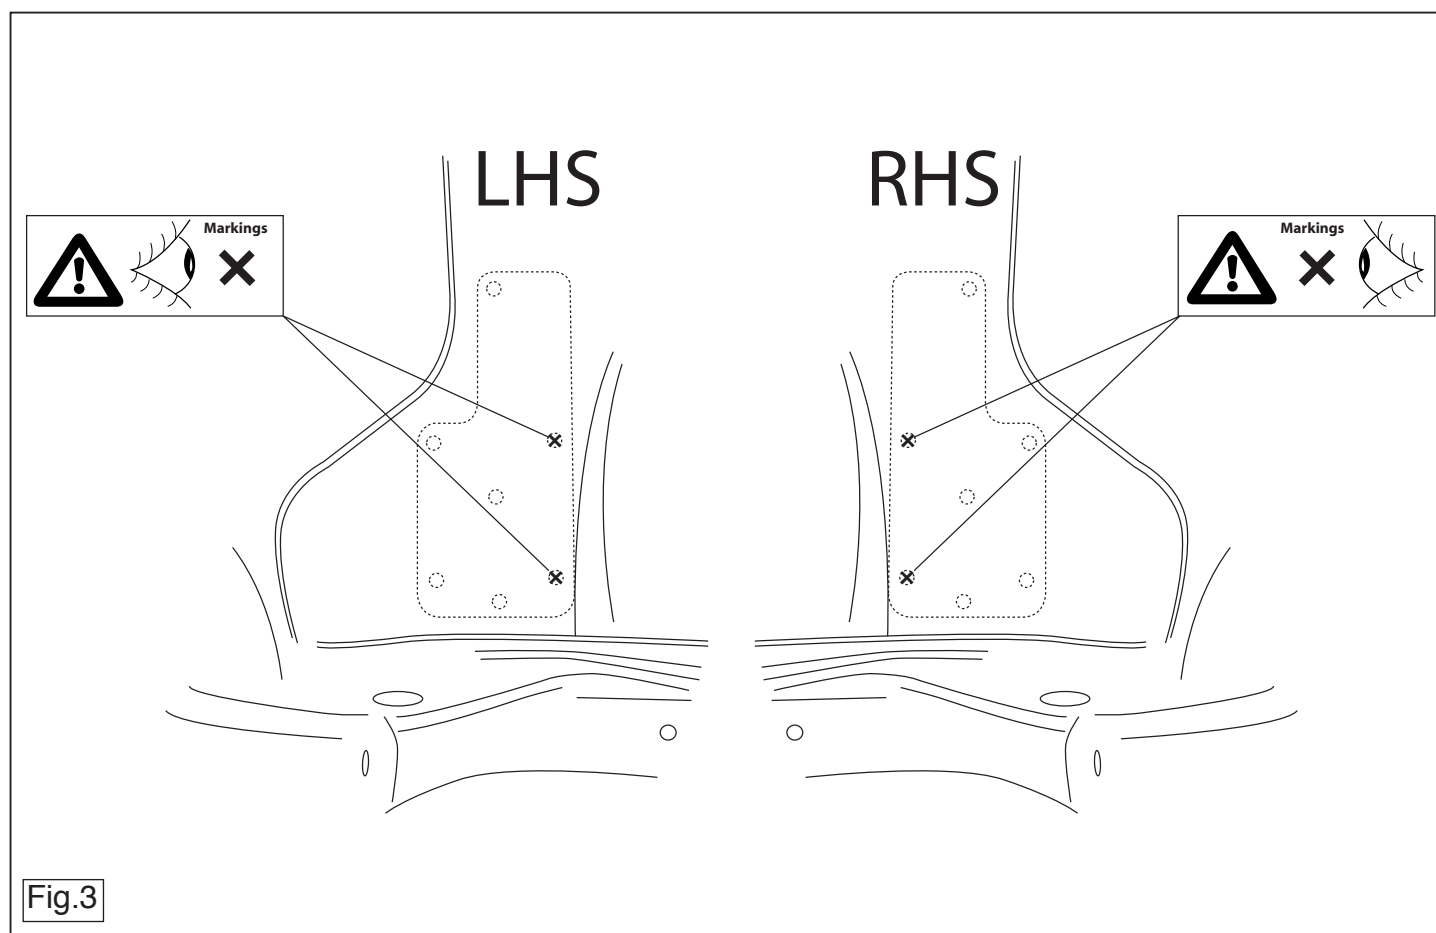

Fig.3
6. Wywiercić od strony bagażnika otwory X na $\varnothing$ 10,5 mm. Patrz rysunek 3.